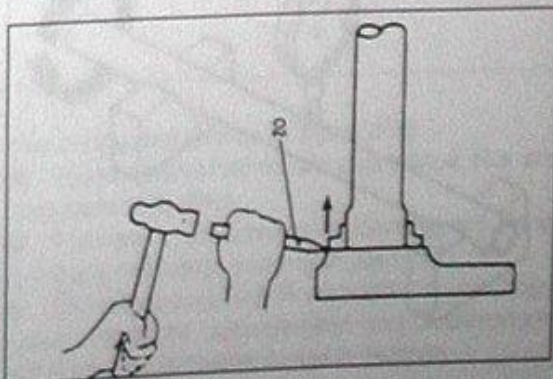

Bild 266
- Unteren Laufring mit Hammer und Meissel vom Sitz treiben (Bild 266).